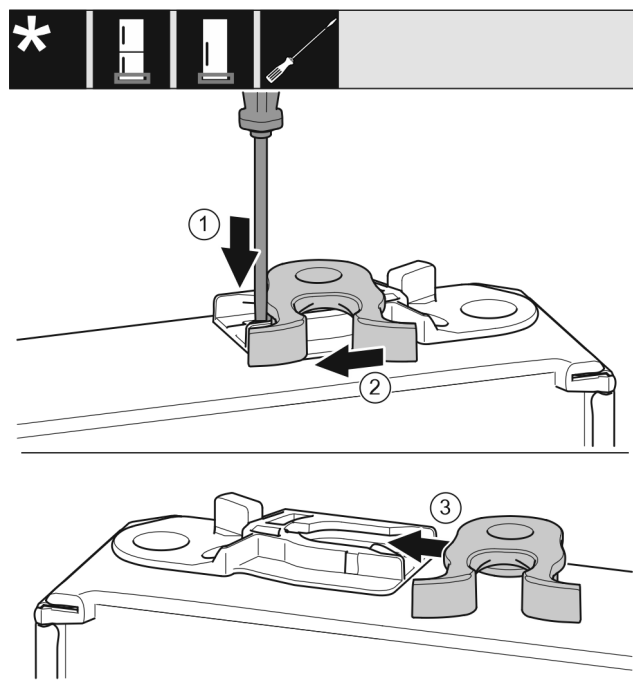

Fig. 40 *
- Apăsați în jos eclisa Fig. 40 (1) cu șurubelnița plată.*
- Trageți cârligul de închidere Fig. 40 (2) din ghidaj.*
- Împingeți pe partea opusă cârligul de închidere Fig. 40 (3) în ghidaj.*